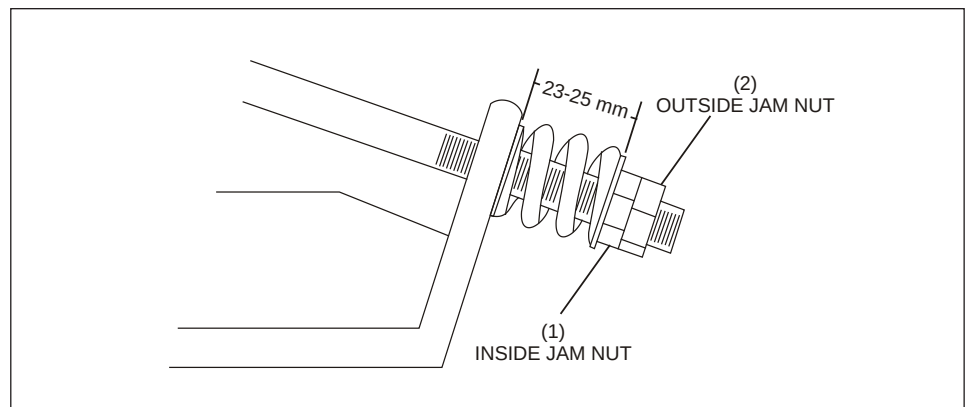

Abbildung 5-3. Transportbandspannung mit Druckfedern
- a. Ziehen Sie die innenliegende Gegenmutter an, bis die Druckfeder eine Länge von 23 bis 25 mm hat. Siehe *Abbildung 5-3*.
- (1) INNERE
- c. Falls sich das Band nach links bewegt, ziehen Sie die innenliegende Gegenmutter auf der linken Seite um eine halbe Drehung an und lockern die innenliegende Gegenmutter auf der rechten Seite um eine halbe Drehung. Siehe *Abbildung 5-3*. Falls sich das Band nach rechts bewegt, ziehen Sie die innenliegende Gegenmutter auf der rechten Seite um eine halbe Drehung an und lockern die innenliegende Gegenmutter auf der linken Seite um eine halbe Drehung.
- (1) GEWINDEBOLZEN